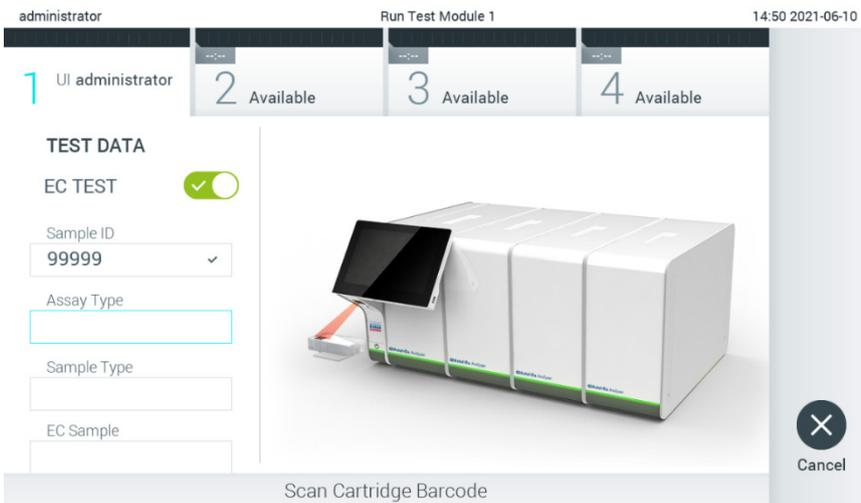

Abbildung 90. Scannen des Barcodes der QIAstat-Dx Assay-Kartusche.
- Scannen Sie nach Aufforderung den Barcode der zu verwendenden QIAstat-Dx Assay-Kartusche. Der QIAstat-Dx Analyzer 1.0 erkennt den auszuführenden Assay automatisch anhand des Barcodes der QIAstat-Dx Assay-Kartusche (Abbildung 90).